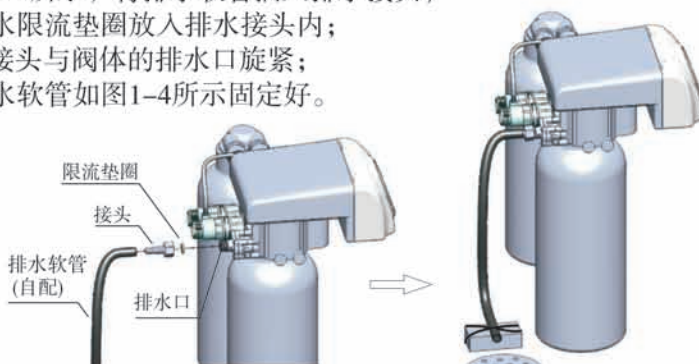

图1-4
⑤安装排水管路
- 如图1-4所示，将排水软管插入排水接头；
- 将排水软管如图1-4所示固定好。
- 绝对不能把排水软管与下水道相连，须在二者之间留有一定的空隙，以防污水被虹吸到水处理器中，如图1-4所示。